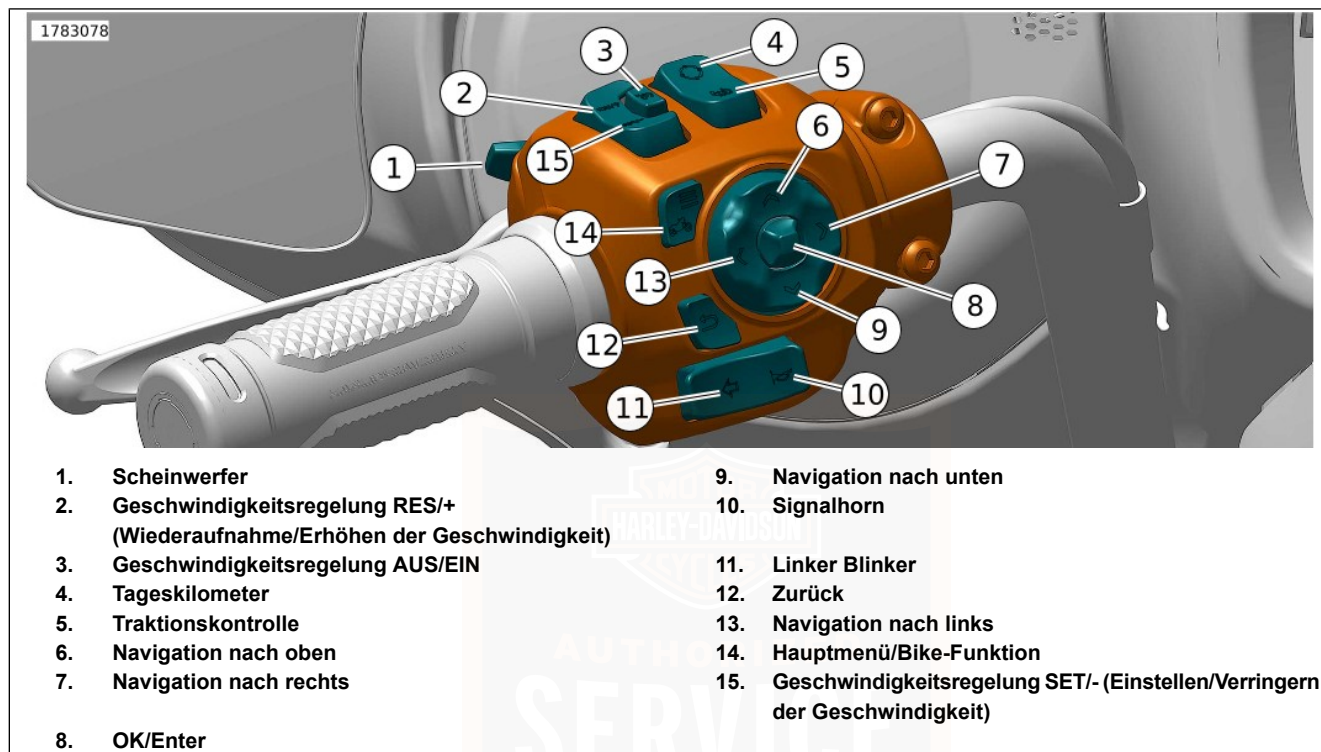

Abbildung 33. Linkes Handbedienmodul (LHCM)
Siehe Abbildung 33. **Fahrzeug aus:** Den Tageskilometerschalter (4) drücken, um auf dem Kilometerzähler in der IFCU die Gesamtlauflistung anzuzeigen.
Siehe Abbildung 33. Der Geschwindigkeitsregelungsschalter-Baugruppe „CRUISE / SET / RESUME“ (Geschwindigkeitsregelung/Einstellen/Wiederaufnahme) (2, 3, 15) regelt automatisch die Geschwindigkeit des Fahrzeugs. Einzelheiten zur Funktion finden Sie unter FUNKTIONSWEISE
Aktivieren: Siehe Abbildung 33 . Den linken Blinkerschalter (11) drücken, um den linken Blinker zu aktivieren. Siehe Tabelle 27.
Siehe Abbildung 33. Den Signalhornschalter (10) drücken, um das Signalhorn zu aktivieren. Das Signalhorn kann bis zu 10 Sekunden lang ertönen. Drückt man den Signalhornschalter länger, schaltet sich das Signalhorn automatisch ab. Siehe Tabelle 27.
Siehe Abbildung 33. Der Schalter für die Traktionskontrolle (5) aktiviert und deaktiviert das Traktionskontrollsystem. Siehe Tabelle 27.
Siehe Abbildung 33. Mit dem Vierfachscharter NACH OBEN/NACH UNTEN/RECHTS/LINKS (6, 9, 7, 13) werden die Radio- oder Mediendateifunktionen bei ausgestatteten Fahrzeuge bedient.
Siehe Abbildung 33. Die OK/Eingabe-Taste (8) drücken, um den aktuell markierten Abschnitt auf dem IFCU -Bildschirm zu bestätigen oder aufzurufen.
Siehe Abbildung 33. Die Zurück-Taste (12) drücken, um zum vorherigen IFCU -Menü oder zur vorherigen Funktion zurückzukehren.
Siehe Abbildung 33. Die Hauptmenü-/Bike-Taste (14) drücken und loslassen: Durch die IFCU -Menüs blättern.